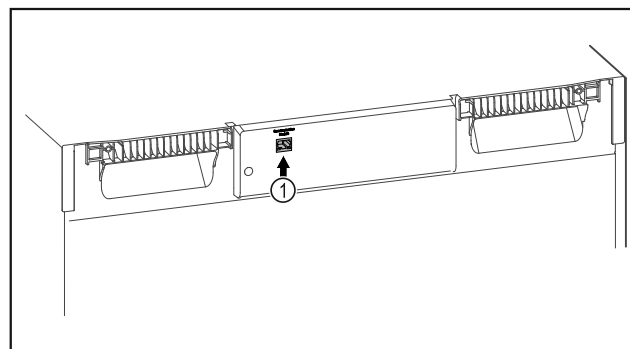

Fig. 127
- ☐ SmartModule Fig. 127 (1) is geplaatst.